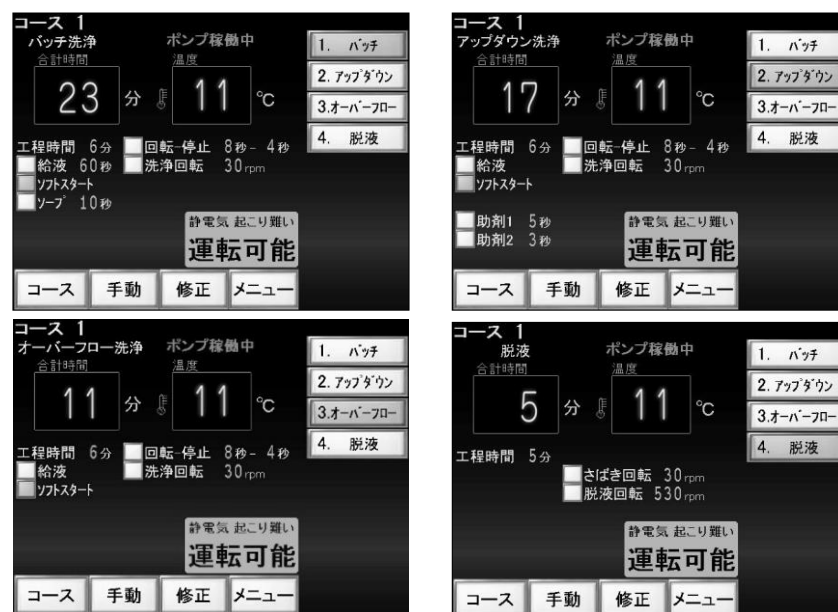

図 10-8
- ・ 運転待機中 ... 選択した工程のランプ(緑色)を点灯し、選択した工程の設定内容を表示します（図 10-8）
3) 工程の設定内容表示 (図 10-8)